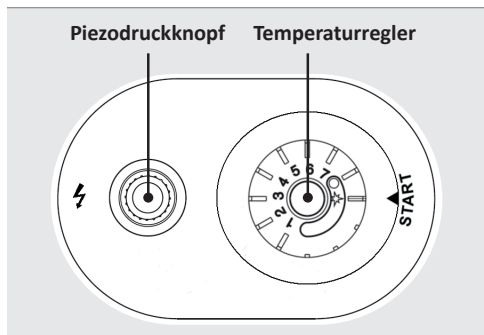

Abb. 5: Bedienfeld
2. Drehen Sie den **Temperaturregler** im Uhrzeigersinn bis zur Position **START** . (siehe Abb. 5)